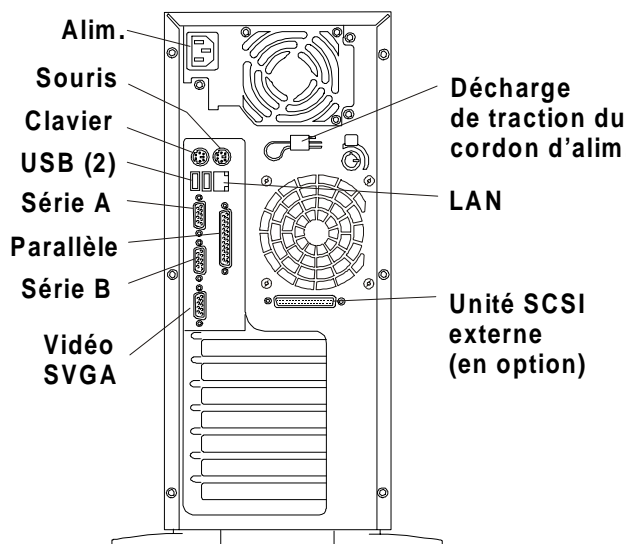

Figure 7-1. Ports du panneau arrière
1. Connectez le moniteur, le clavier et la souris au HP NetServer E 800 en utilisant les connecteurs se trouvant à l'arrière du châssis. Reportez-vous à la figure 7-1.
Lors de la connexion des périphériques au HP NetServer, utilisez les attaches et les étiquettes fournies avec le produit. Reportez-vous à la figure 7-1.